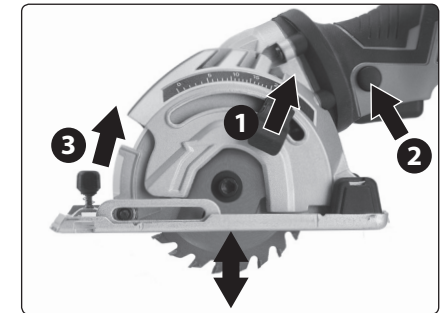

Abb. 11
- Drücken Sie die Sicherung des Betriebsschalters, dann drücken Sie die Grundplatte und entnehmen/installieren Sie das Sägeblatt, siehe Abb. 11.